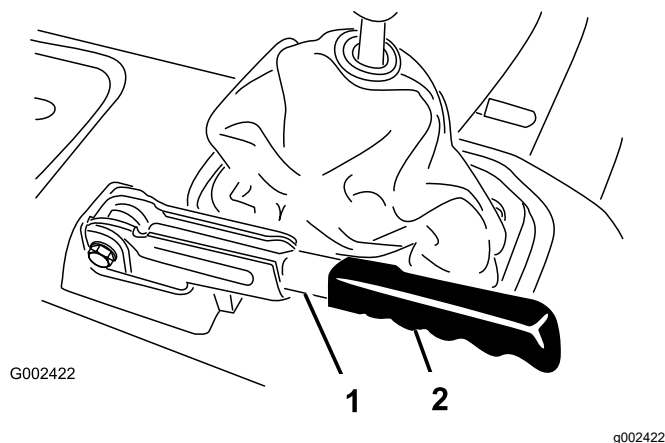

Figura 63
1. Togliete l'impugnatura di gomma dalla leva del freno di stazionamento (Figura 63).